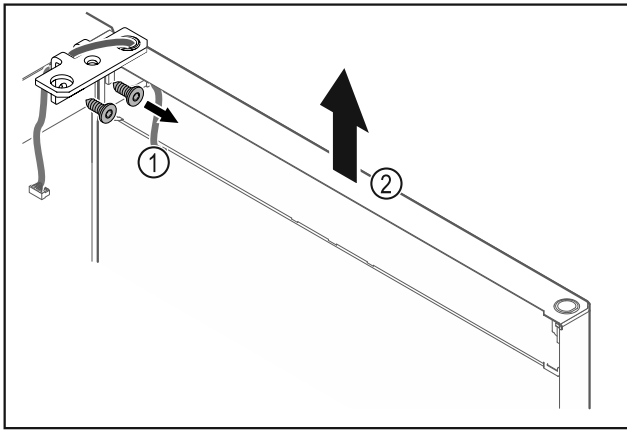

Fig. 25
- ▶ Scharnierwinkel Fig. 25 (1) abschrauben.
- ▶ Tür inklusive Scharnierwinkel Fig. 25 (2) circa 200 mm gerade nach oben heben und abnehmen.